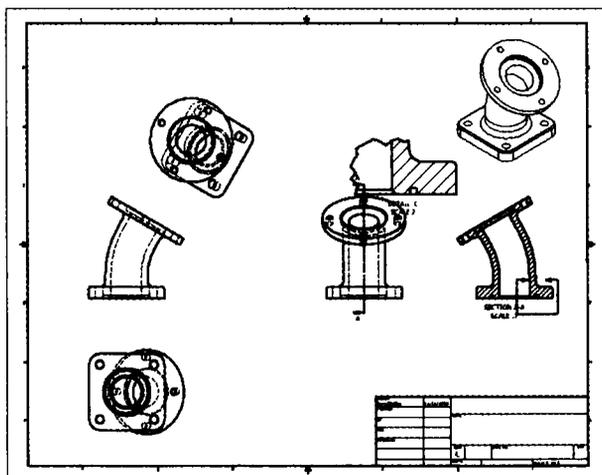

Рис. 2.11. Перемещение видов не разрывает связи с другими видами
2. Захватите и перетащите базовый вид влево. На рис. 2.11 вы можете посмотреть, как виды проецируются, чьим дочерним видом они являются, сохраняя выравнивание ортогональной проекции.